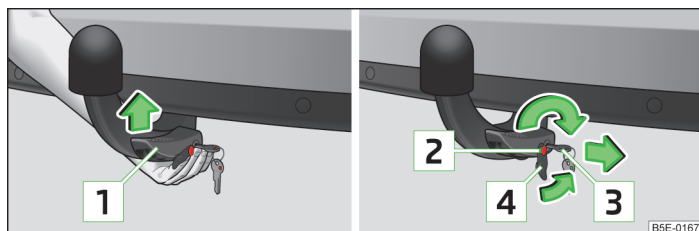

Fig. 101 Introducerea tijei cuplei / încuierea și așezarea capacului încuietorii
- Prindeți tija cuplei **de jos** » fig. 101 și introduceți-o în locașul de fixare până când se fixează cu zgomot » **!**
Maneta **1** » fig. 101 se rotește **automat** în sus, iar bolțul de desfacere **2** iese în exterior (atât partea lui roșie, cât și cea verde sunt vizibile) » **!**